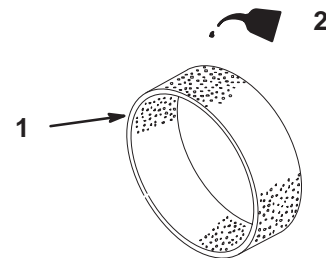

Figure 25
4. Imbiblez l'élément de 30 à 60 ml d'huile (Fig. 25).